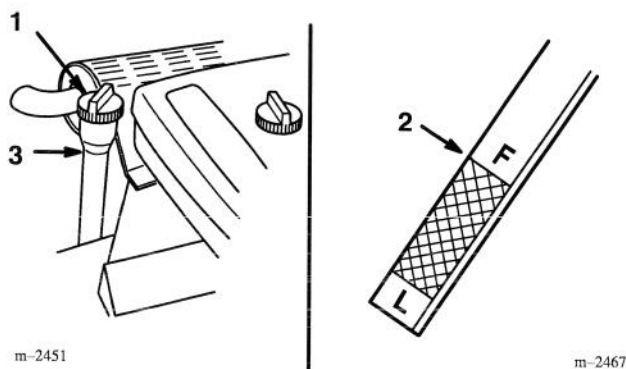

Figure 18
3. Nettoyer les abords de la jauge d'huile (Fig. 18) pour éviter l'introduction de saleté dans l'ouverture de remplissage, qui risquerait d'endommager le moteur.
4. Retirer la jauge d'huile et bien essuyer l'extrémité métallique (Fig. 18).
5. Insérer la jauge à fond dans le goulot de remplissage (Fig. 18). Retirer la jauge et lire le niveau d'huile sur l'extrémité métallique. Si le niveau est bas, verser lentement de l'huile dans le goulot de remplissage, juste assez pour amener le niveau au repère du plein ("FULL").
6. Verser lentement environ 80% du volume d'huile spécifié dans le goulot de remplissage (Fig. 18), puis contrôler le niveau d'huile, voir Contrôle du niveau d'huile, page 24. Rajouter de l'huile lentement pour amener le niveau jusqu'au repère du plein ("FULL") sur la jauge.